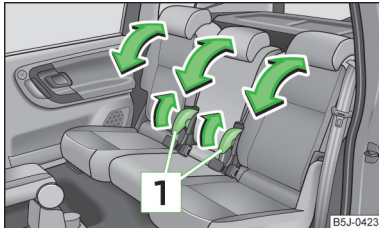

Abb. 38
- Den Hebel **1** » Abb. 38 ziehen und die gewünschte Neigung der Sitzlehne einstellen.
- Den Hebel **1** » Abb. 38 auf Seite 58 ziehen und die Sitzlehne ganz vorklappen.